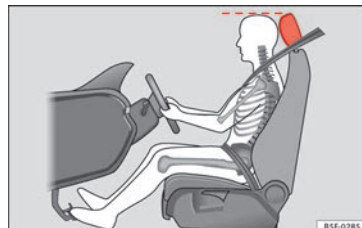

Abb. 84 Die richtige Kopfstelleneinstellung des Fahrers.
- Stellen Sie die Kopfstützen so ein, dass die Oberkante der Kopfstütze sich möglichst auf einer Linie mit dem oberen Teil Ihres Kopfes befindet » **Abb. 84.**